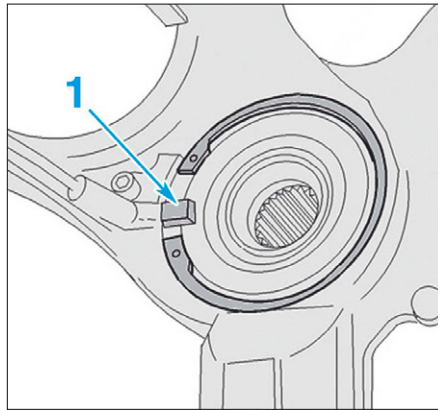

FIG. 26
- Lors de la repose du circlip, contrôler qu'il n'obstrue pas l'espace (1) destiné à accueillir le capteur de vitesse roue (Fig.26).